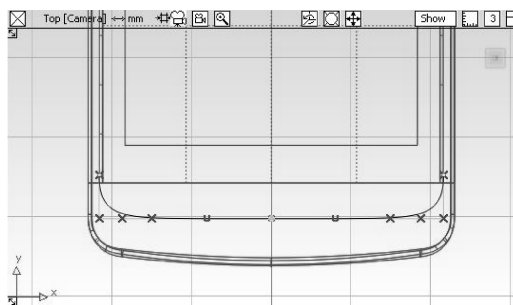

图 8-40 创建曲线
- 47 返回到手机的底部部分。选择【New CV curve】工具，在【Top】正交视窗中创建一条曲线，如图 8-40 所示。